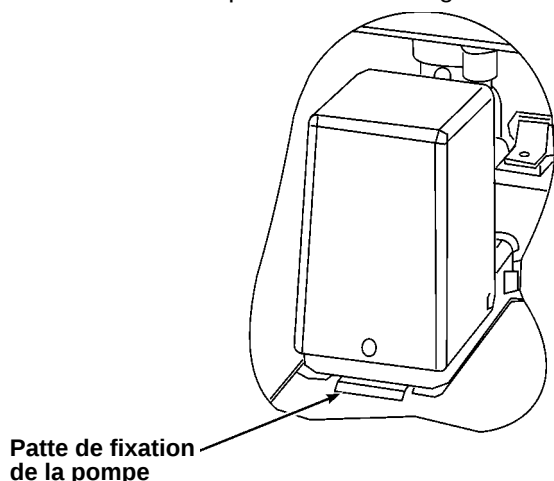

Figure 3
9. Posez la pompe de vidange. Glissez-la prudemment en alignant sa patte avec l'encoche rectangulaire qui se trouve à la base de l'appareil. Vous devrez peut-être incliner l'avant de la pompe vers le bas pour la glisser dans l'encoche. Reportez-vous à la figure 3.